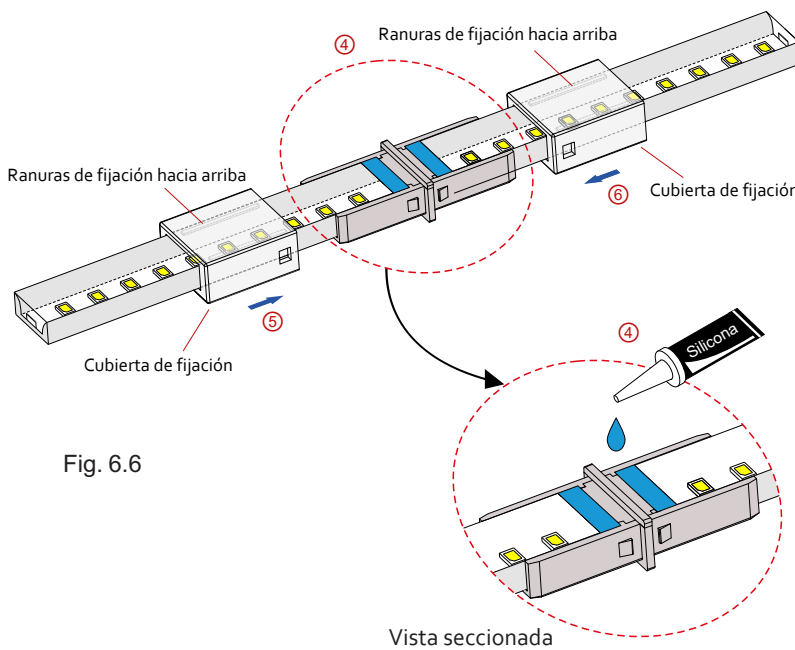

Fig. 6.6
- Fig. 6.6 — Inserte correctamente el pegamento adhesivo de silicona y para conseguir estanqueidad IP65.